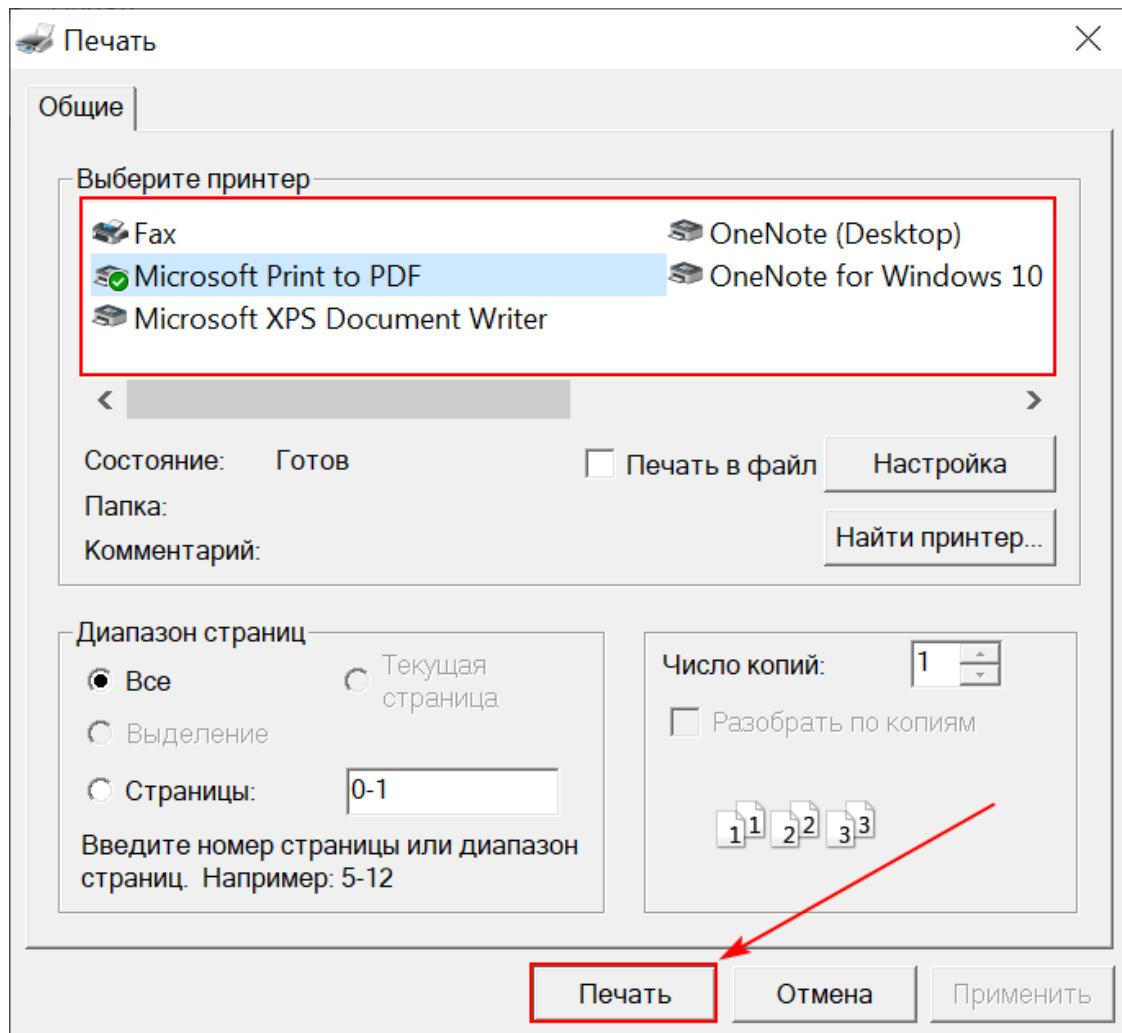

Рисунок 84 - Настройки печати
4. Выберите принтер и нажмите Печать (Рисунок 84).